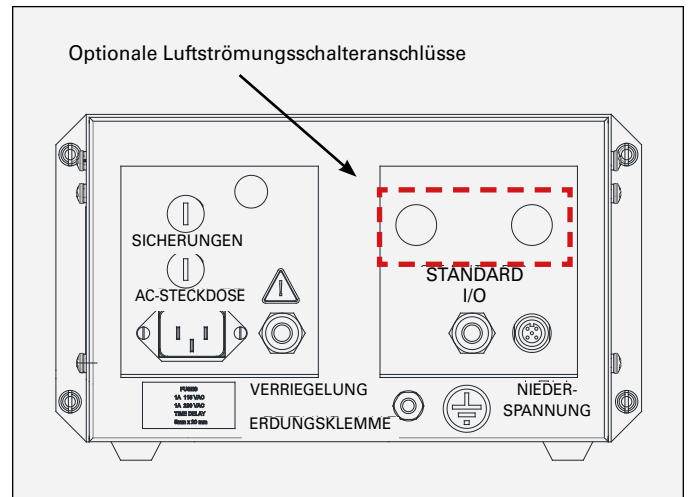

Abbildung 4: 9060 Verbindungsschnittstelle
Die in Abbildung 4 dargestellte Verbindungsschnittstelle des 9060-Reglers bietet alle erforderlichen Anschlüssen zum Einrichten eines ferngesteuerten I/O-Lackiersystem oder eines lokal gesteuerten Lackiersystems. Diese Verbindungsschnittstelle besteht aus einem (1) Niederspannungskabelanschluss, einem